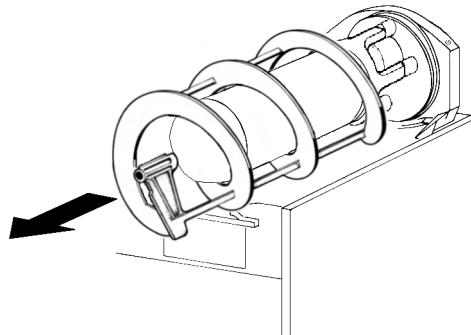

figura 7
- 3 - Desenfilar del evaporador el rascador exterior (ver figura 7) y después el rascador interior . Remover frecuentemente la guarnición posterior apretandola hasta que no se pierda l'efecto ventosa.(ver figura 8)